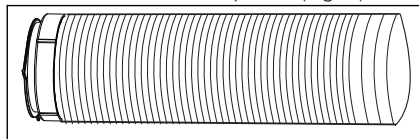

Fig. 7
4. Dra ut den andra sidan av slangen och skruva fast den i adapter B (Fig. 7).